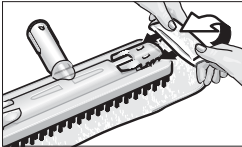

Abb. 3: Aufziehen des Bodentuchs
- Befestigen Sie das Bodentuch (G3) an der Bodendüse (G1). Falten Sie dazu das Bodentuch längs zusammen und stellen Sie die Bodendüse darauf. Ziehen Sie nacheinander die überstehenden Enden des Bodentuchs unter die Halteklammern (G2) (siehe Abb. 3).